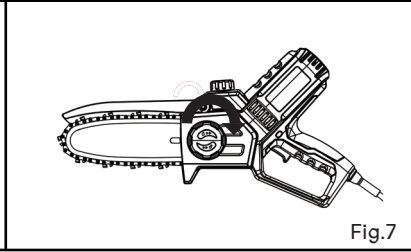

Fig.7
4. Une fois la chaîne de scie bien tendue, tournez le bouton de retenue de la barre pour serrer le couvercle du pignon. Serrez-le suffisamment pour fixer solidement le couvercle à la scie, en vous assurant qu'il ne bouge pas, mais pas trop fort pour ne pas restreindre le mouvement du guide-chaîne et de la chaîne de la scie (Fig. 7).